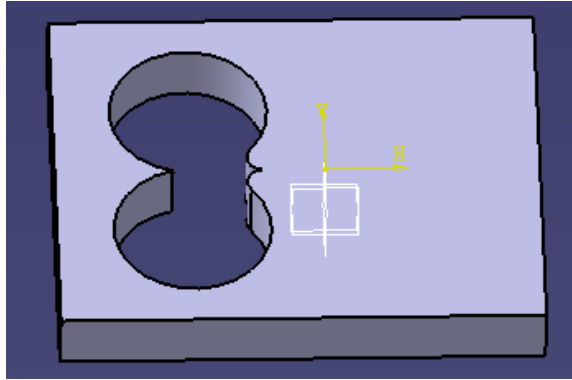
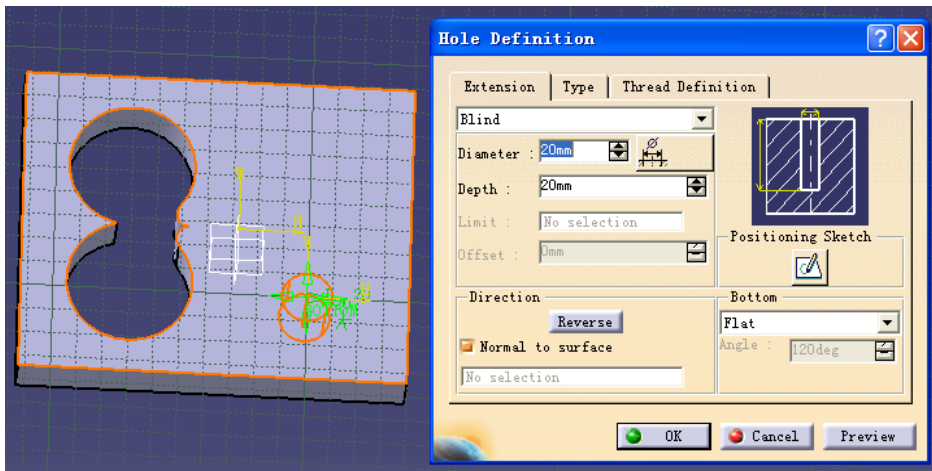

图 3-37
图 3-38
(3) 点击 OK 键 (见图 3-37)。
(1) 上面模型中（见图 3-37）点击  键后，用鼠标在适当位置上点击（见图 3-38）。